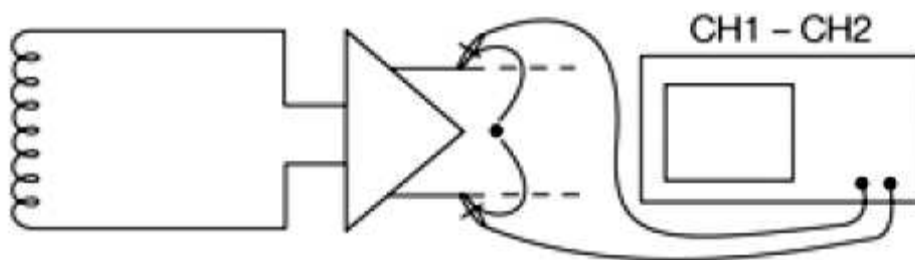

图3 使用两个探头测量,再利用示波器数学运算功能计算
1) 使用两个探头测量,再利用示波器数学运算功能计算,如图3